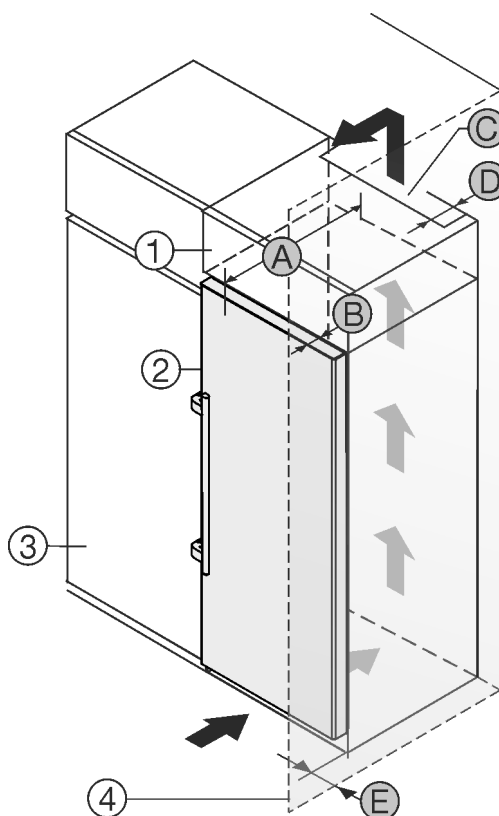

Fig. 2
- (1) 附加柜 *
- (2) 冰箱 *
- (3) 餐具柜 *
- (4) 墙壁 *
- (A) 冰箱深度 *
- (B) 门深度 *
- (C) 通风横截面 *
- (D) 冰箱背面间距 *
- (E) 到冰箱侧面的间距 *
您可以将冰箱直接放置在餐具柜 Fig. 2 (3) 旁边。*
在附加柜背面必须有一个竖风道，其深度 Fig. 2 (D) 应超过整个附加柜宽度。*
盖板下必须保有通风横截面 Fig. 2 (C)。*
如果将带铰链的冰箱放置在墙壁 Fig. 2 (4)边, 冰箱和墙壁必须至少相距 57 mm。这取决于冰箱门打开时把手与墙壁的距离。
为了能完全打开门, 冰箱必须凸出橱柜正面一定门深度 Fig. 2 (B)。根据餐具柜 Fig. 2 (3)的深度, 使用壁距调整垫片可以使冰箱更为凸出。*